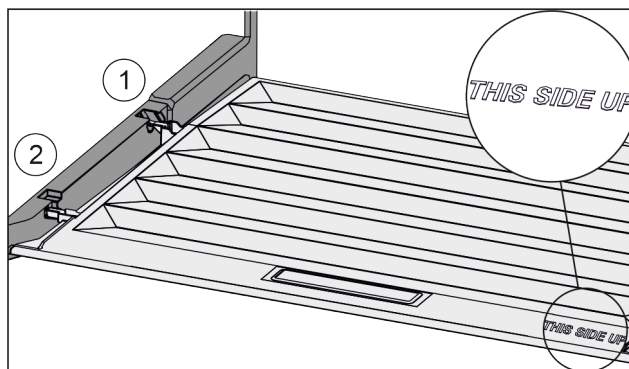

Fig. 40
- ▶ Ramiona pokrywy wprowadzić ponad otworem tylnego uchwyty Fig. 40 (1) i zazębić z przodu w uchwycie Fig. 40 (2).